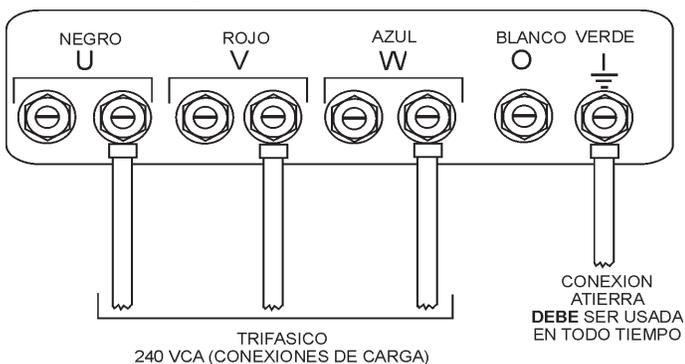

Figura 22. UVWO Terminales de salida Conexión 3Ø-240V
2. Conecte el cable de carga a la Terminal U V W O como muestra la figura 22.